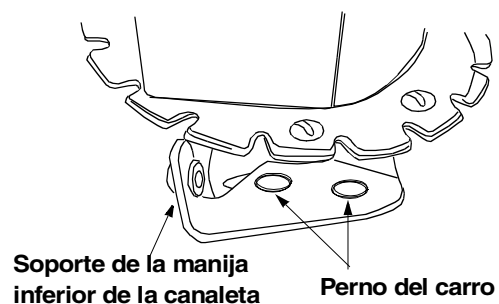

Figura 5
- Usted puede tener que aflojar los pernos del carro y las contratuercas hexagonales que aseguran el soporte inferior de la manija de la canaleta a la prolongación del lado izquierdo del conjunto de la canaleta. Vea la Figura 5.